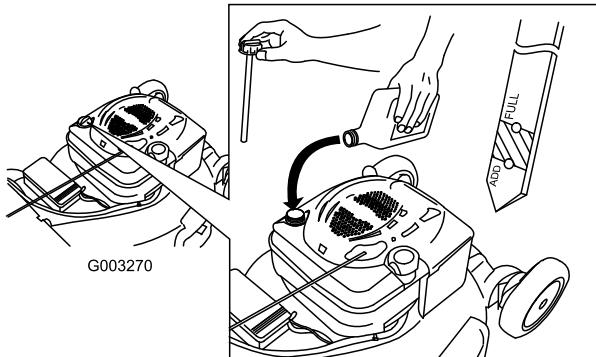

Figura 39
- Versate lentamente l'olio nel tubo di riempimento finché non raggiunge il segno di pieno sull'asta (Figura 39). **Non riempite troppo.** (Riempimento massimo: 0,59 litri, tipo: olio detergente SAE 30 con service classification API SF, SG, SH, SJ, SL o superiore.)